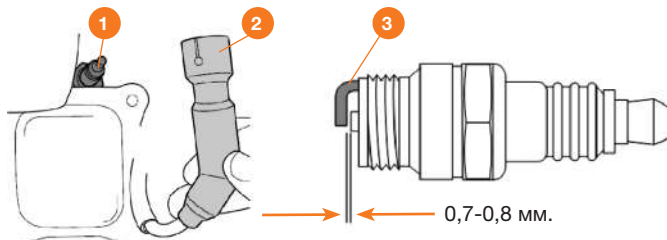

Рис. 14
1. Снимите высоковольтный колпачок **2** свечи зажигания **1** (Рис. 14).
6. Плотно установите высоковольтный колпачок 2 на свечу зажигания 1 (Рис. 14).